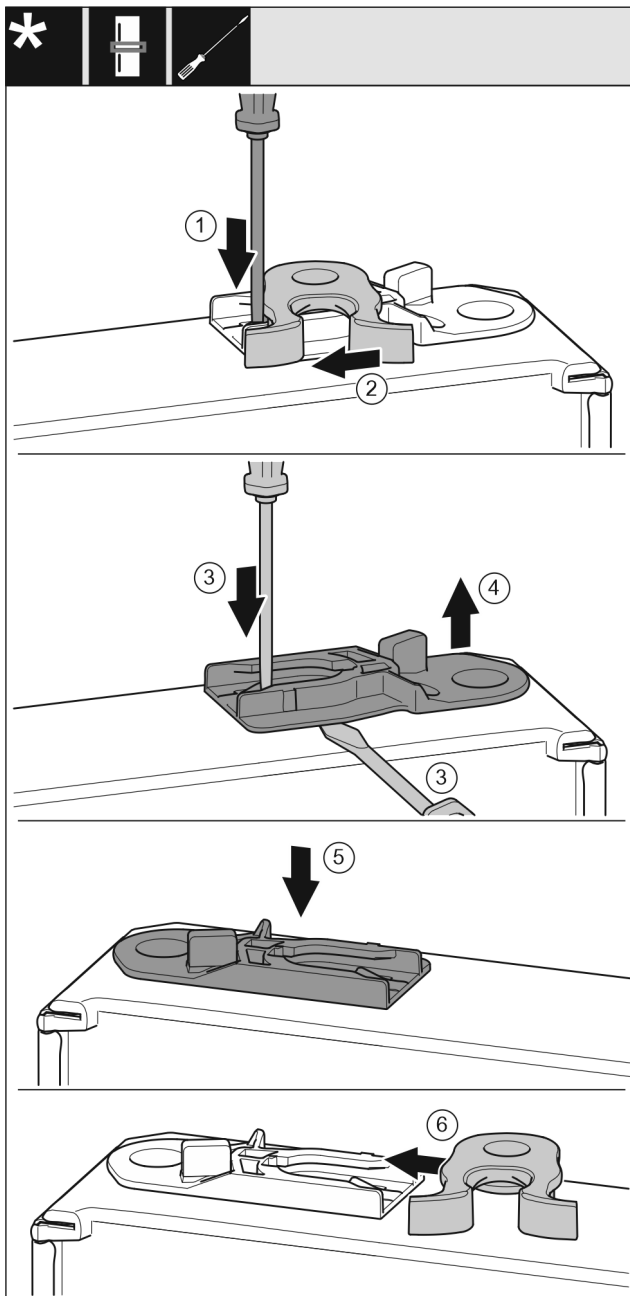

Fig. 28
- ▶ Press lasken ned med skrutrekkeren. Fig. 28 (1)
- ▶ Trekk låsekrokene ut av føringene. Fig. 28 (2)
- ▶ Trekk ut føringsbøssing: Trykk på lasken med skrutrekkeren, og kjør samtidig skrutrekkeren inn under føringsbøssingen. Fig. 28 (3, 4)
- ▶ Skyv føringsbøssingen som fulgte med leveringen inn på den andre hussiden. Fig. 28 (5)
- ▶ Skyv låsekroken inn i føringen. Fig. 28 (6)